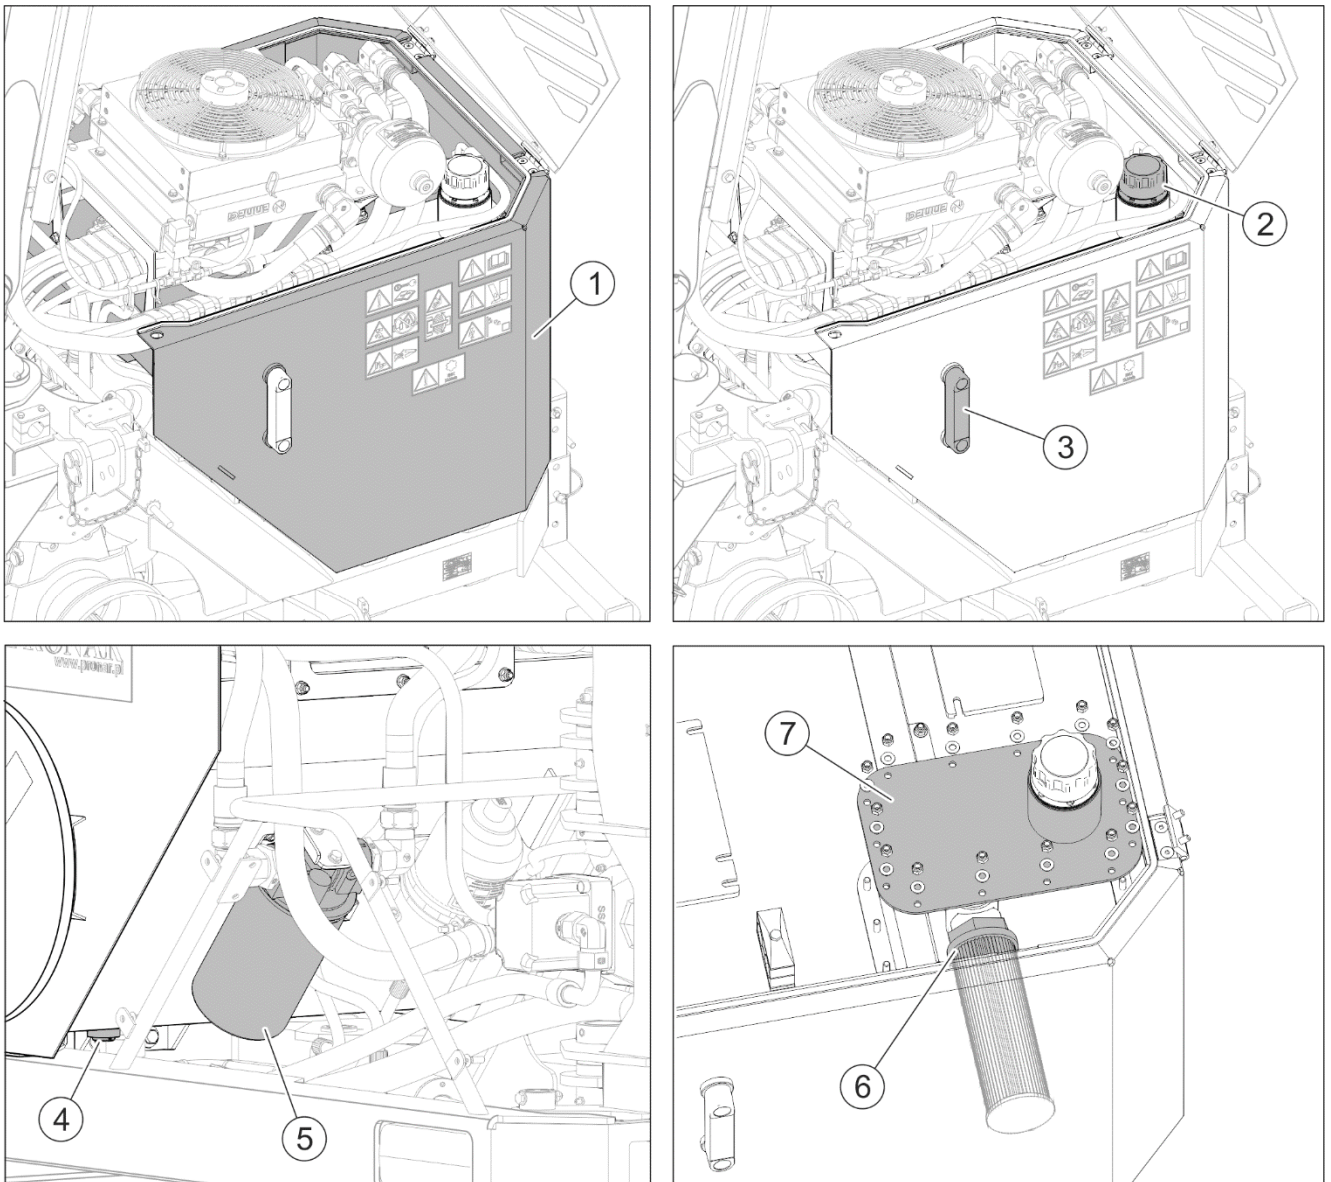

FIGURA 5.1 Rezervorul de ulei
Rezervorul de ulei (1) (FIGURA 5.1) are o capacitate de 180 l ulei hidraulic tip HL46. În fiecare zi trebuie să controlați etanșeitarea conexiunilor sudate în rezervor și conexiunile cablurilor hidraulice la rezervor.